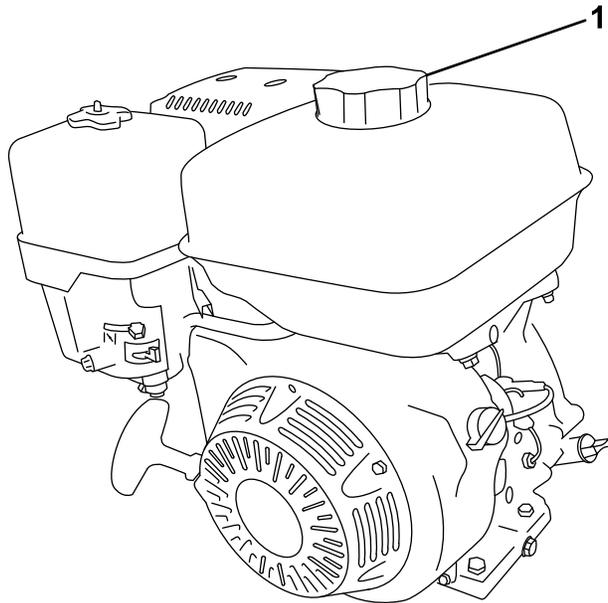

Figure 33
2. Nettoyez la surface autour du bouchon du réservoir de carburant et enlevez le bouchon (Figure 33).
4. Revissez fermement le bouchon du réservoir de carburant (Figure 33).